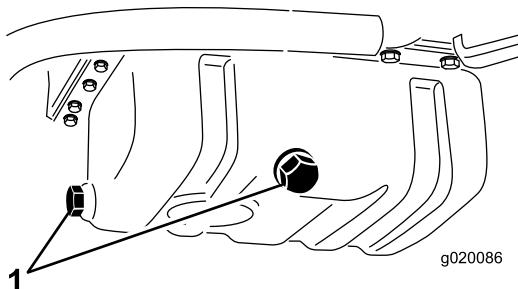

Figura 51
2. Togliete un tappo di spurgo (Figura 51) e lasciate defluire l'olio in una bacinella. Quando l'olio cessa di defluire, montate il tappo di spurgo.